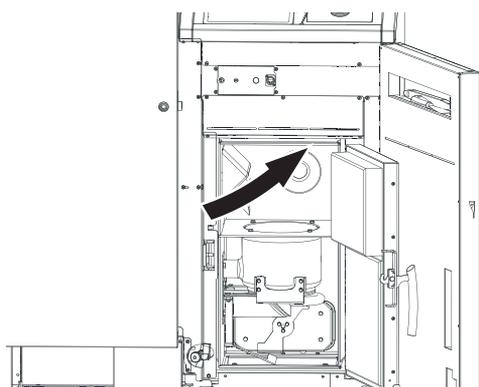
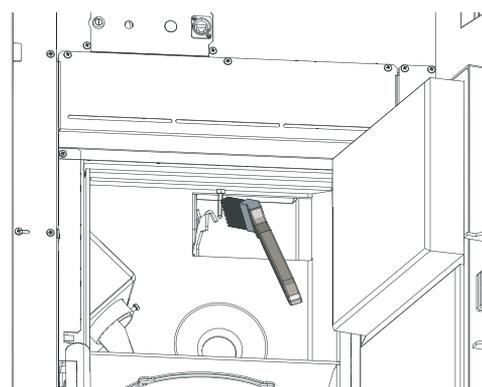

Fig. 49 Nettoyage de la sonde Thermocontrol
Fig. 50 Nettoyage de la sonde Thermocontrol
- ▶ Au besoin, éliminer la suie de la sonde Thermocontrol à l'aide d'un pinceau de nettoyage. La sonde Thermocontrol se trouve dans la chambre de combustion – Fig. 49, Fig. 50.